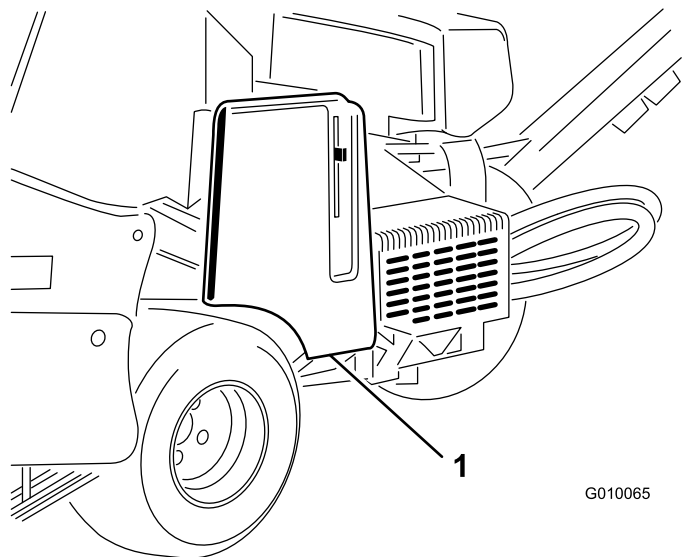

Figura 57
2. Abra la cubierta de la correa y retírela (Figura 57).